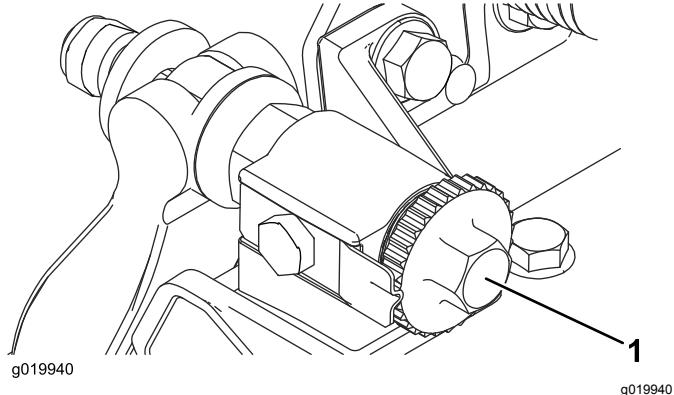

Figure 18
2. Tournez les vis de réglage de la barre d'appui dans le sens antihoraire pour vérifier qu'elle ne touche pas le cylindre (Figure 18).